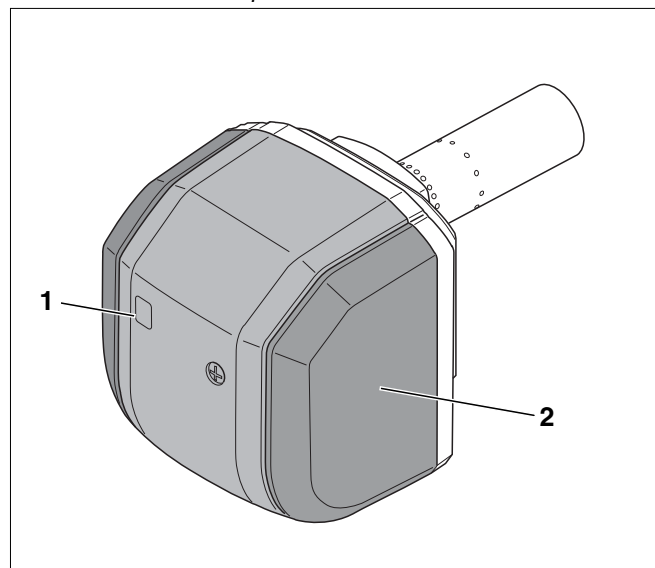

Fig. 2 Quemador
- Cubierta del quemador (fig. 2, **pos. 2**)